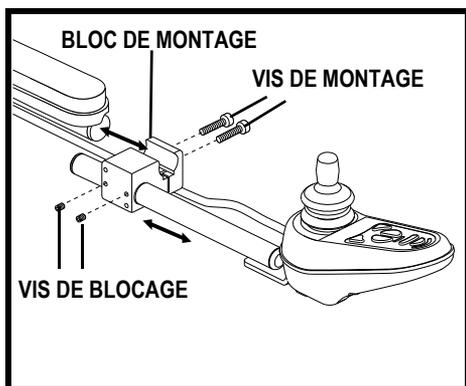

Figure 13. Position du contrôleur (bloc de montage montré)
4. Desserrez les vis sur le bloc de montage du contrôleur. **Voir la figure 13.**
2. Desserrez les vis de blocage sur le bloc de montage. **Voir les figures 13 et 14.**